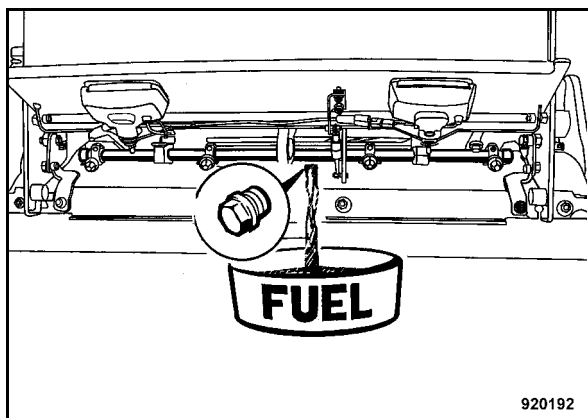

Fig. 115
- Svitare il tappo di chiusura (Fig. 115) sotto il serbatoio del carburante e far defluire il carburante.